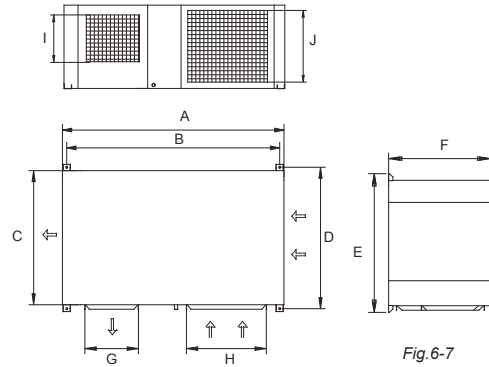
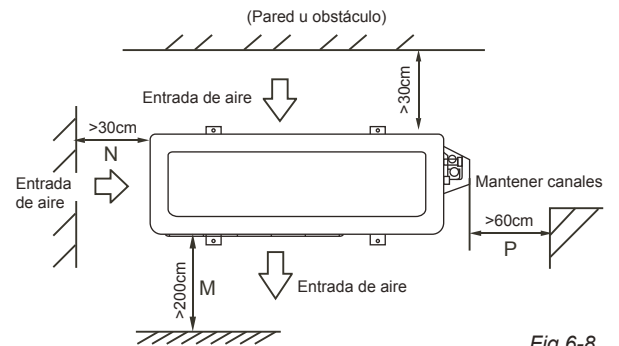
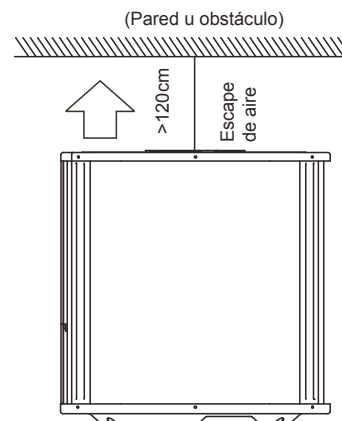

Fig.6-7
Fig.6-8
Fig.6-9
- La distancia mínima entre la unidad exterior y los obstáculos descritos en la tabla de instalación no significa que lo mismo es aplicable a la situación de un cuarto hermético. Deje abierta dos de las tres direcciones. (Consulte Fig. 6-7, Fig. 6-8, Fig. 6-9).